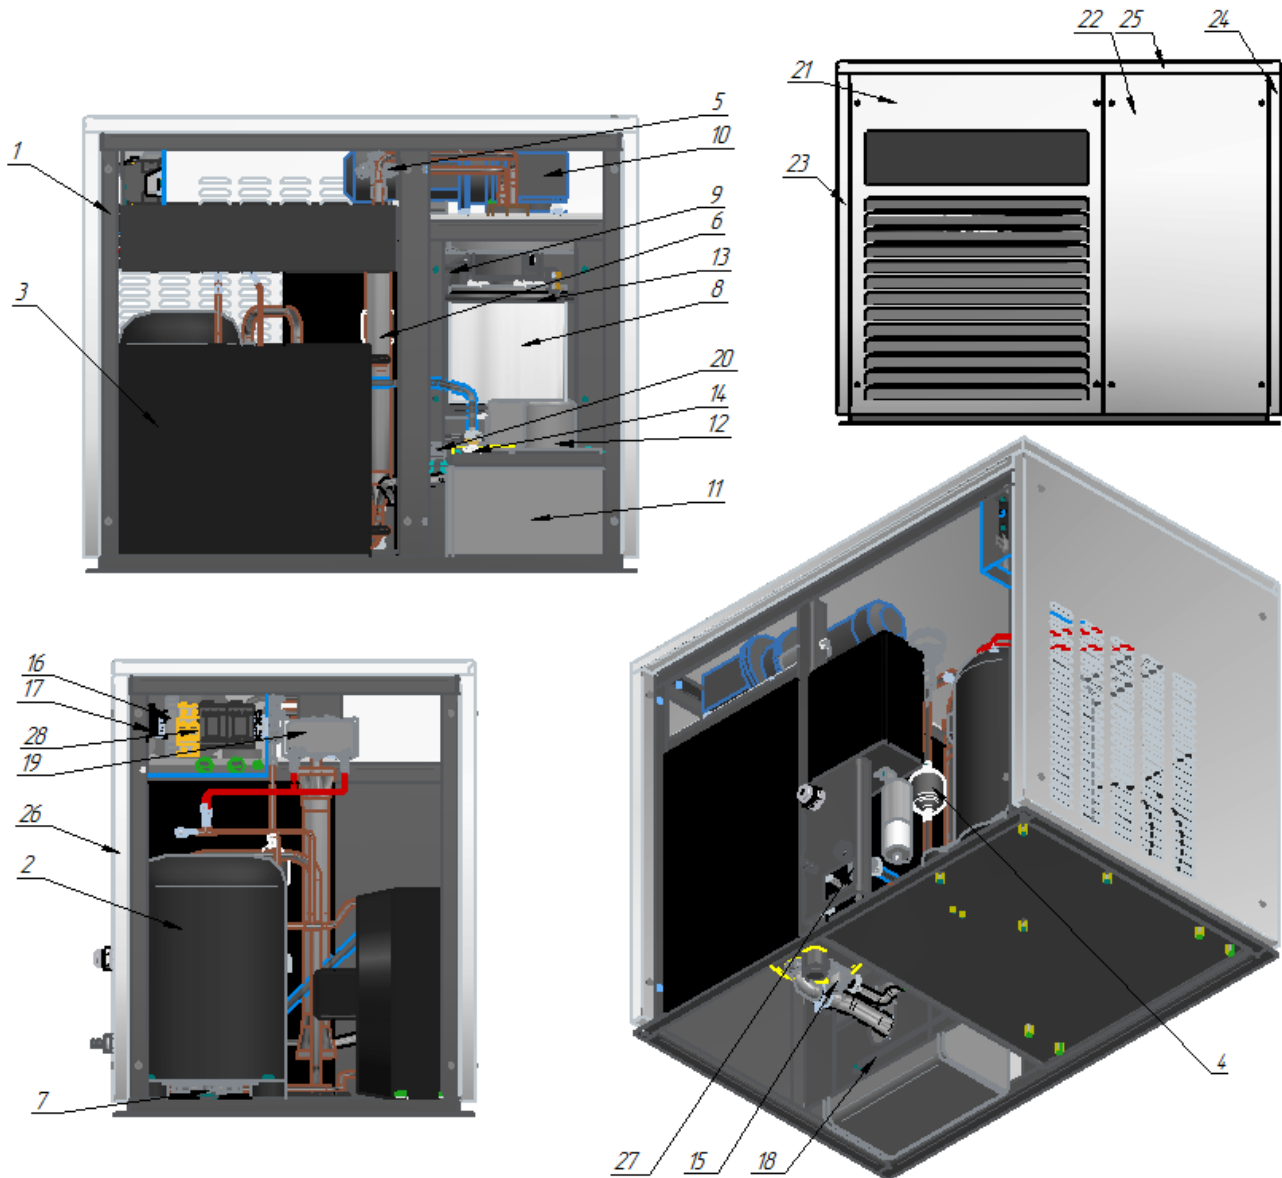

Рис. 2 Устройство льдогенераторов ЛГ-400Ч-02, ЛГ-620Ч-02
**2.1.2** Устройство льдогенератора чешуйчатого льда ЛГ-400Ч-02, ЛГ-620Ч-02 приведено на рис. 2.